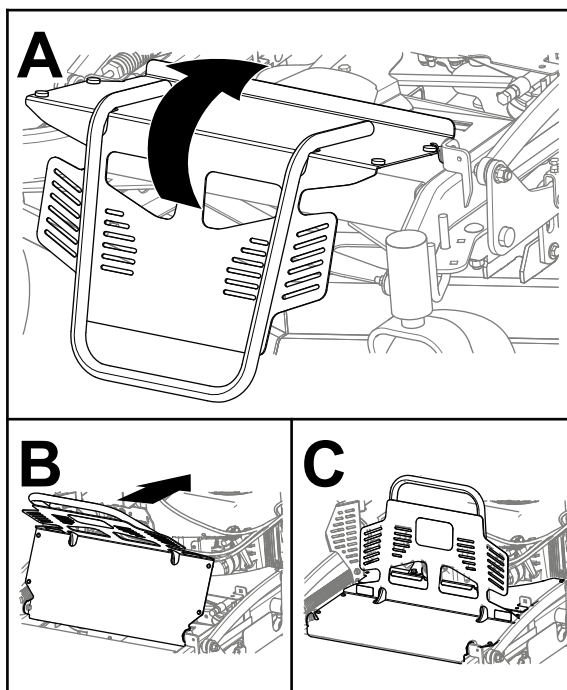

Figura 37
2. Rode a proteção do motor para trás como se mostra na Figura 37.